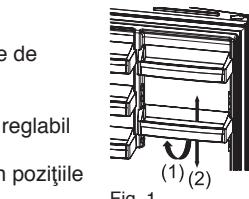

Fig. 1
Ridicați partea frontală a raftului (1) și deplasați în sus sau în jos raftul cu ușă reglabil (2) cu ambele mâini (Fig. 1)